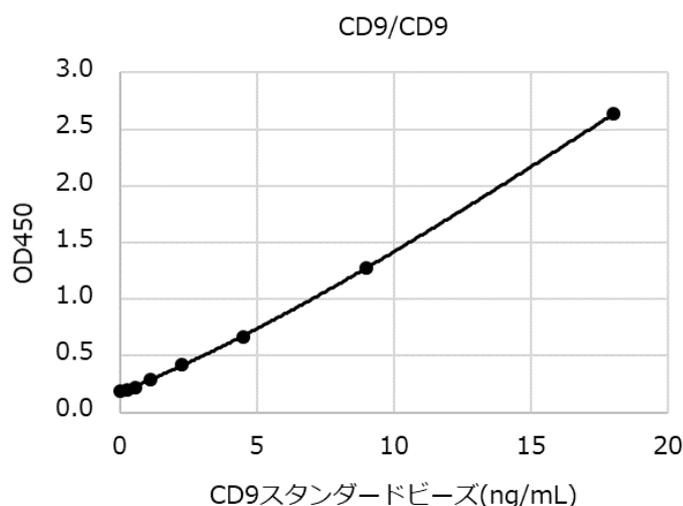

図1 CD9スタンダードによる標準曲線
14. 横軸に CD9 スタンダード濃度、縦軸に吸光度を取り、標準曲線を描きます（図 1）。